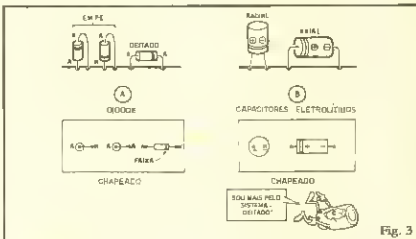

Fig. 3
- 3 - Acionar um pisca-pisca, com LED, energizado diretamente pela C.A. (110 ou 220 volts, da tomada...) e perfeitamente possível e seguro, conforme diz o Leitor/Almo Edvaldo, que mania a sua colaboração à FEIRA DE PROJETOS! Observando o esquema, na fig. 3, os colegas do Edvaldo verão as providências tomadas para adequar a tensão alterada e elevada, presente na tomada, às necessidades da baixa tensão
FIG. 3-A - Diodos, do tipo mldndrico (pequeno como os resistores) podem ser montados "nm pé" ou "deitados". Como são componentes polarizados (seus terminais têm como a "indutividade" que devem que devem ser respeitados na hora de colocá-los na placa), sempre seus terminais estão identificados no "chapeado", ou através das letras "A" (para anodo) e "K" (para catodo), ou pela faxinha contrastante (ver "Anls" de ABC nº 3).
FIG. 3-B - Os capacitores eletrolíticos, componentes relativamente grandes, podem ser montados "em pé" (os do tipo radial) ou "deitados" (terminais axiais). Em qualquer caso, a estilização no "chapeado" é muito clara, sempre com a polaridade dos terminais nitidamente indicada. Notar que, novamente (como é geral na nossa norma...), os componentes, no "nhapeado", se parecem muito com o jeito que mostram, quando observados diretamente por cima...